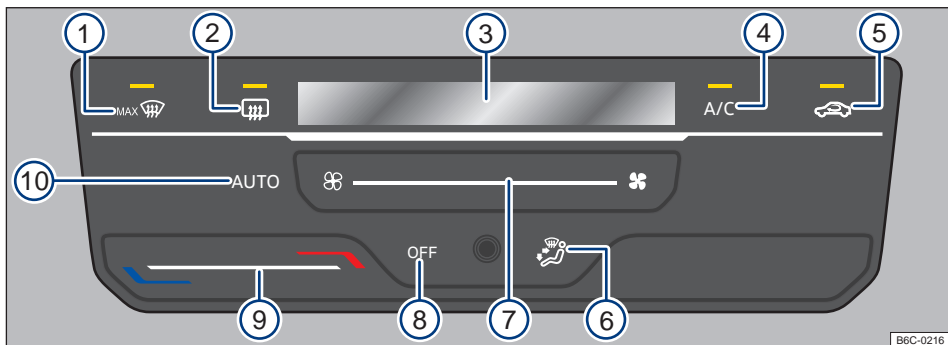

Fig. 82 Comandos do Climatronic.
- *Climatronic*: tocar na superfície de função **OFF** → Fig. 82 (8).
Ao tocar na superfície de função **AUTO** → Fig. 82 (10) é possível ligar o modo automático do Climatronic.
O modo automático garante temperaturas constantes no interior do veículo. A temperatura do ar, o volume de ar e a distribuição de ar são regulados automaticamente. O funcionamento automático se desliga quando a ventilação é alterada manualmente → Fig. 82 (7) ou com a alteração da distribuição de ar através da superfície de função → Fig. 82 (6).
- *Climatronic*: tocar na superfície de função **A/C** → Fig. 82 (4) para ligar e desligar o funcionamento da refrigeração.
- *Climatronic*: deslizar o dedo sob a superfície de função → Fig. 82 (9).
No display do Climatronic → Fig. 82 (3) é indicada a temperatura ajustada.
- *Climatronic*: deslizar o dedo sob a superfície de função → Fig. 82 (7).
- *Climatronic*: tocar na superfície de função → Fig. 82 (5).
- *Climatronic*: tocar na superfície de função → Fig. 82 (6) para posição desejada, a distribuição selecionada será indicada no display (3).
- *Climatronic*: tocar na superfície de função  → Fig. 82 ①.
- *Climatronic*: tocar na superfície de função  → Fig. 82 ②.